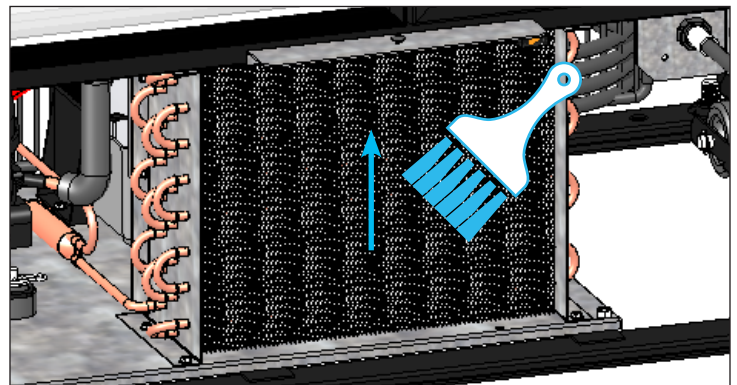

Fig. 3. Nunca cepille las aletas del serpentín.
3. Con un cepillo de cerdas duras, limpie con cuidado la suciedad acumulada en las aletas del serpentín delantero del condensador. Véase la fig. 3.